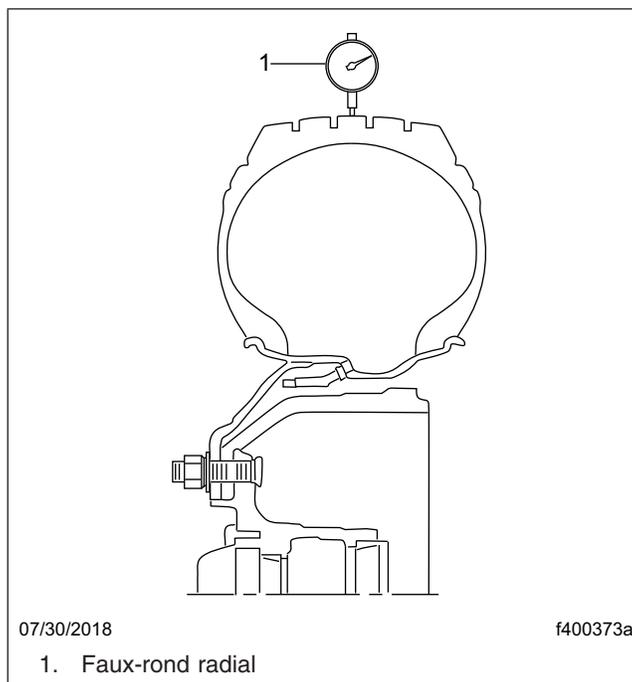

Fig. 7, Vérification du faux-rond radial des roues
4. En commençant par la roue avant droite, utilisez une jauge de contrôle de voile pour contrôler le faux-rond radial. Reportez-vous à la **figure 7**. Notez la mesure en vue d'une utilisation ultérieure, afin d'éviter toute réclamation concernant les vibrations.